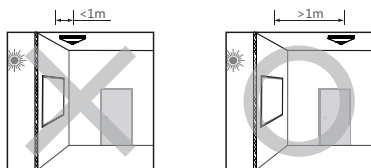

FIG. 4-E
- Não instale o detetor diretamente junto a uma janela ou cortina que possa provocar uma medição incorreta na luz natural (Consulte a FIG. 4-E).